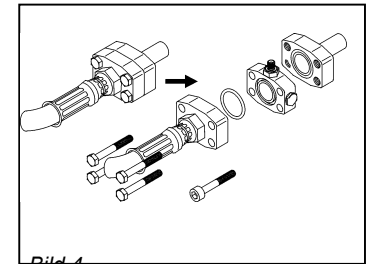

Bild 4
- Lösen und entfernen Sie die vier Bolzen der Flanschplatten (Bild 4) und trennen Sie die Flansche. Setzen Sie die fertige Anbauflanschplatte dazwischen ein und stellen Sie sicher, dass die entsprechenden 'O'-Ringe eingesetzt sind und der 1/4" Verschraubungsanschluß sich auf der richtigen Seite befindet.
- Verschrauben Sie, unter Verwendung der mitgelieferten längeren Bolzen, die Flansche wieder. Gehen Sie dabei sicher, daß die 'O' Ringe nicht verrutscht sind. Überprüfen Sie, ob der 1/8" auf 1/4" Verschraubungsanschluß richtig orientiert und genügend Raum für den Schlauchanschluß bietet (siehe Bild 4).